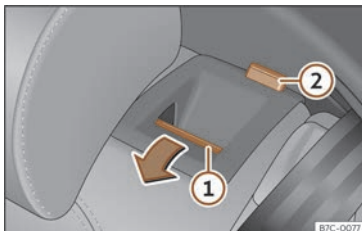

Abb. 88 Rücksitz: Rücksitzlehne vorklappen.
- Entriegelungstaste >>> (Abb. 88) ① nach vorn drücken und gleichzeitig die Rückenlehne umklappen. Die Rücksitzlehne ist entriegelt, wenn die rote Markierung des Tasters ② sichtbar ist.